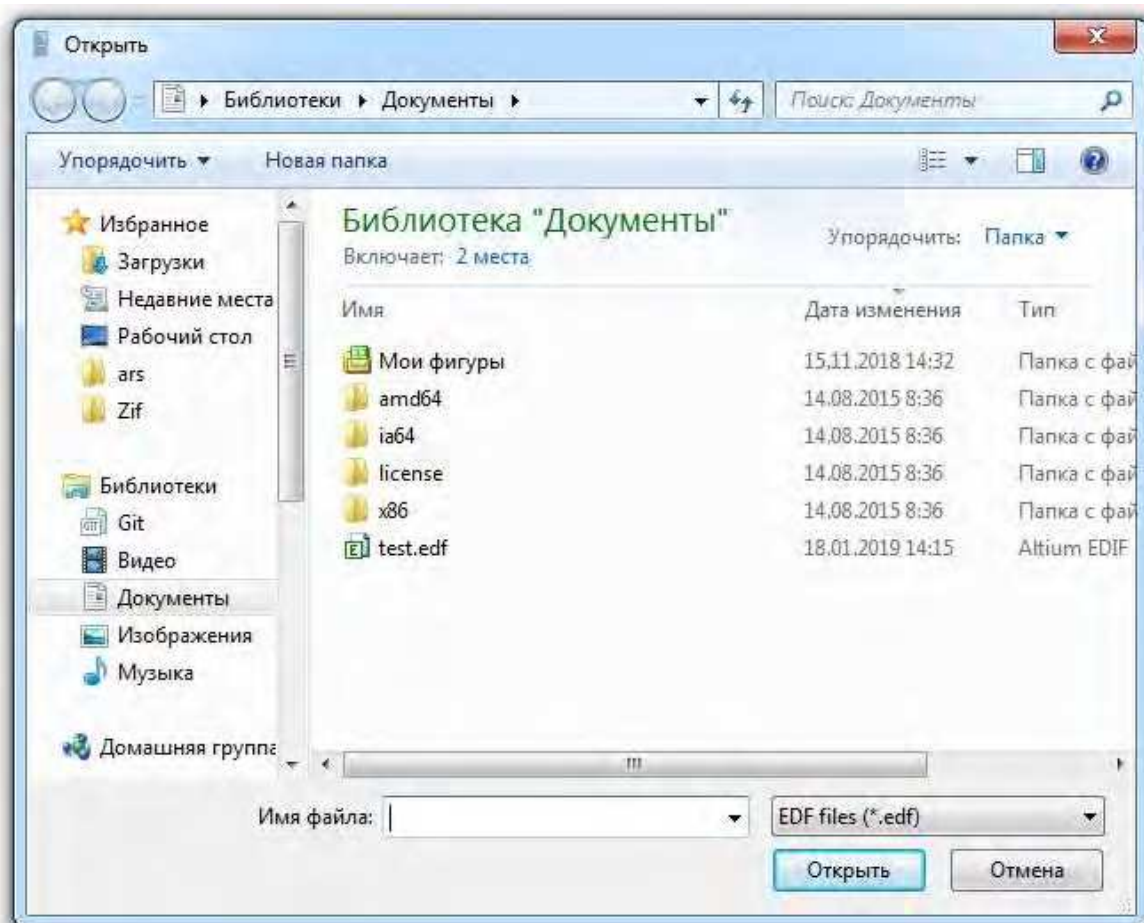

Рисунок 3.10 – Выбор файла
- выбрать в появившемся окне (рисунок 3.10) файл для открытия.